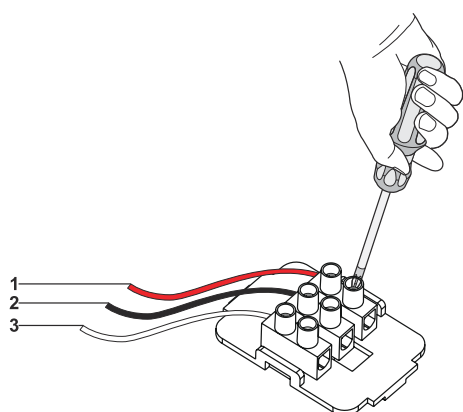

Fig. 43
- 1. ➤ **NC / COM:** När dessa 2 anslutningar används och fläkten stängs av kommer fläkten skicka en signal till den anslutna enheten (Fig. 43).
- 2. ➤ **NO / COM:** När dessa 2 anslutningar används och fläkten sätts på kommer fläkten skicka en signal till den anslutna enheten (Fig. 43).